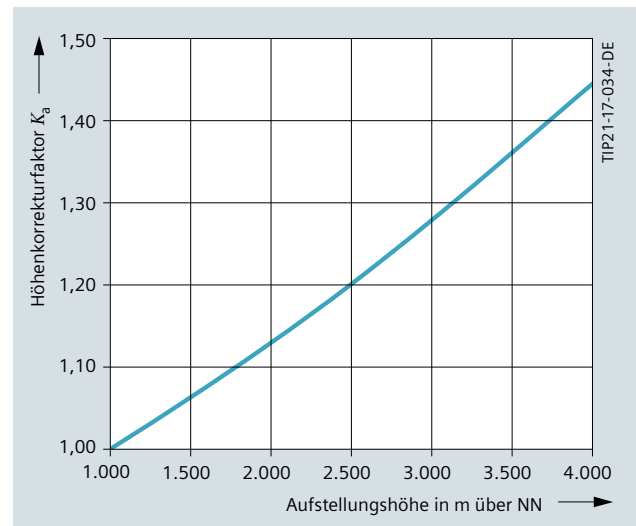

Abb. 2/2: Höhenkorrekturfaktor  $K_a$  (nach IEC 62271-1) für Aufstellungshöhen über 1.000 m über NN
Die Bemessungswerte beziehen sich entsprechend IEC 60071-1 auf Aufstellungshöhen bis einschließlich 1.000 m über Meereshöhe (NN) und normale Luftverhältnisse (Luftdruck 1.013 hPa, Temperatur 20 °C und Luftfeuchtigkeit 11 g/m3). Dementsprechend sind für Aufstellungshöhen über 1.000 m über NN Korrekturfaktoren für die Isolationspegel nach IEC 62271-1 anzuwenden, die aus Abb. 2/2 abgeleitet werden können: